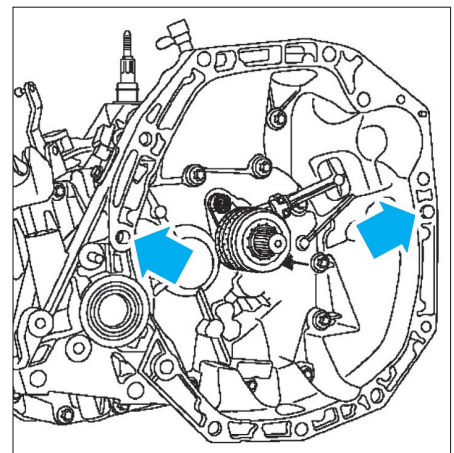

Fig. 12
- s'assurer du centrage du disque d'embrayage si celui-ci a été déposé, de l'état du cylindre récepteur et de la présence des douilles de centrage de la boîte sur le carter d'embrayage (Fig.12).